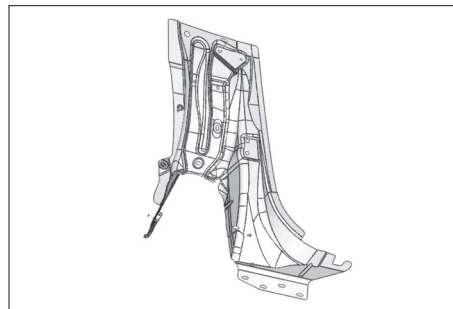

FIG. 81
- Présentation de la pièce neuve (Fig.81).